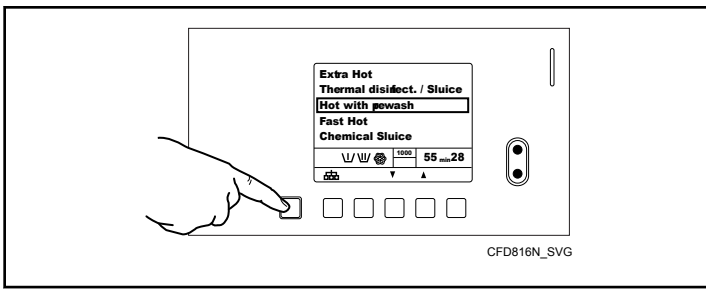

Figura 16
6. Inicie o ciclo pressionando a tecla Start (iniciar)/Stop (parar). Consulte a Figura 16 .